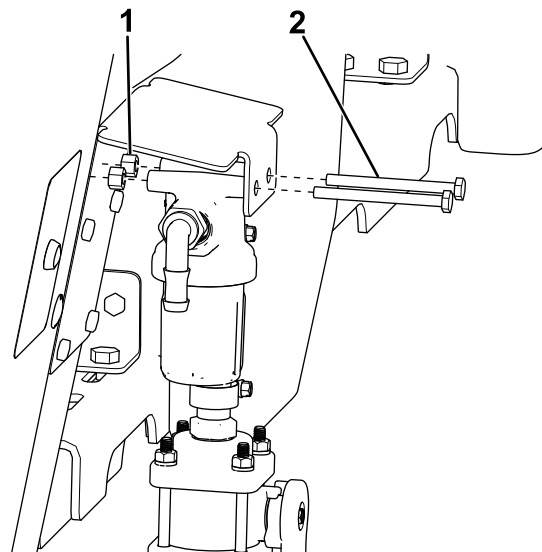

Figure 34
- Fixez le support du filtre à l'aide de 2 boulons (1/4 x 3po) et écrous (Figure 34), puis passez à l'opération 5.